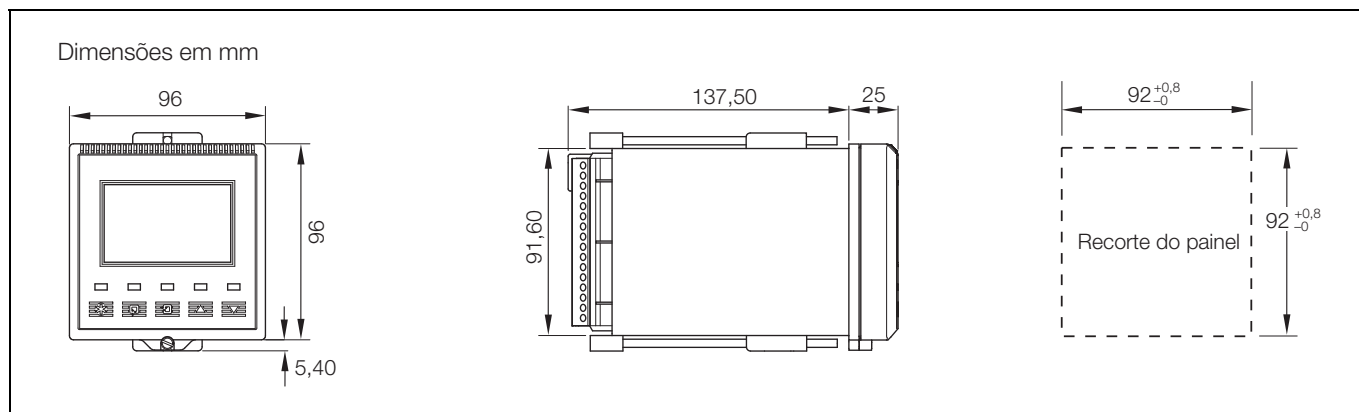

Fig. 6.4 Dimensões gerais
6.2.2 Analísadores de montagem em painel – Figs. 6.4 e 6.5